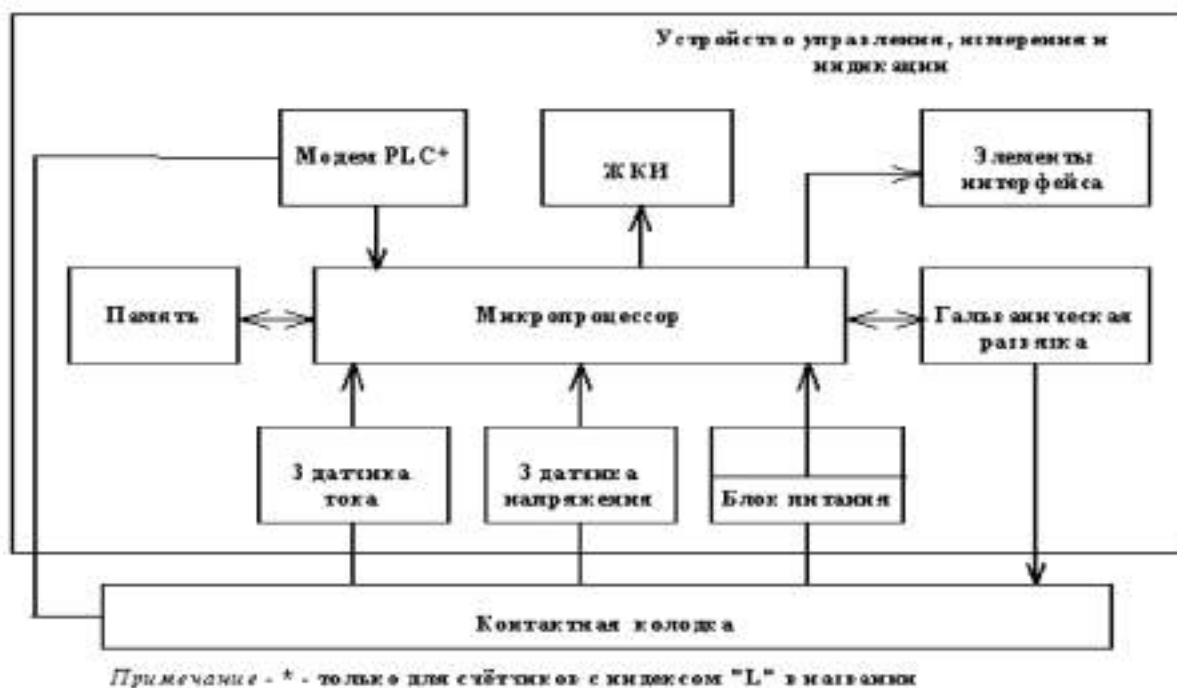

Рис. 1 Обобщённая структурная схема счётчика
2.5.2 Обобщённая структурная схема счётчиков приведена на рис. 1.